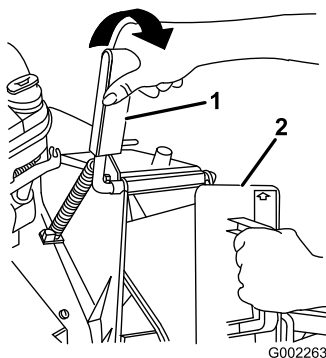

Figura 5
- Abra la puerta de descarga tirando del tirador hacia adelante y desplazando la puerta hacia atrás (Figura 5). Mientras inserta el tapón, sujete el tirador de la puerta para evitar que el muelle cierre la puerta.
2. Puesto que el tapón es algo más ancho que la abertura del conducto de descarga, gire el tapón ligeramente en el sentido de las agujas del reloj al insertarlo (Figura 5).